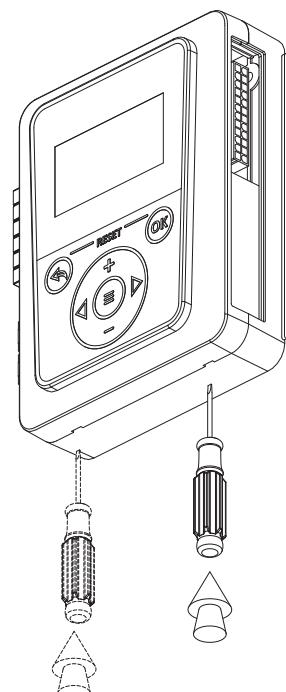

Рис.16 Демонтаж лицевой панели
- снимите лицевую панель контроллера, ослабив защелки с помощью отвертки (**Рис.16**);